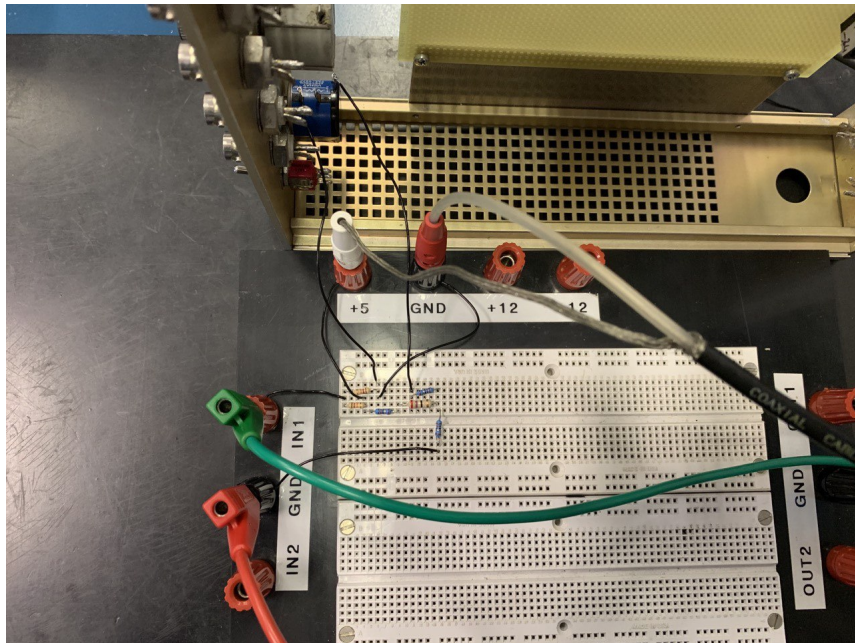

Figure 1: Circuito finale del termometro calibrato in AC.
- il circuito finale è organizzato come in Fig. 1.